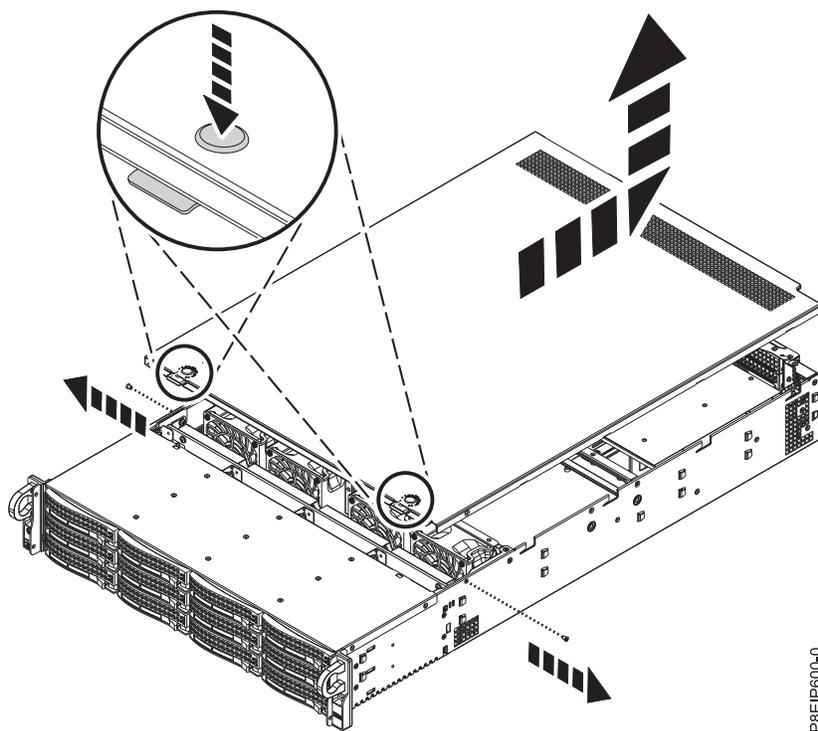

Abbildung 72. Abdeckung entriegeln und öffnen
3. Drücken Sie auf die beiden Tasten auf der oberen Abdeckung, um die Verriegelungen zu entriegeln (siehe Abb. 72) und drücken Sie die Abdeckung wieder etwa 1 cm tief bis zum Anschlag hinein. Wenn sich die Tasten nicht einfach nach unten drücken lassen, bauen Sie die Laufwerke direkt unter den Tasten teilweise aus.